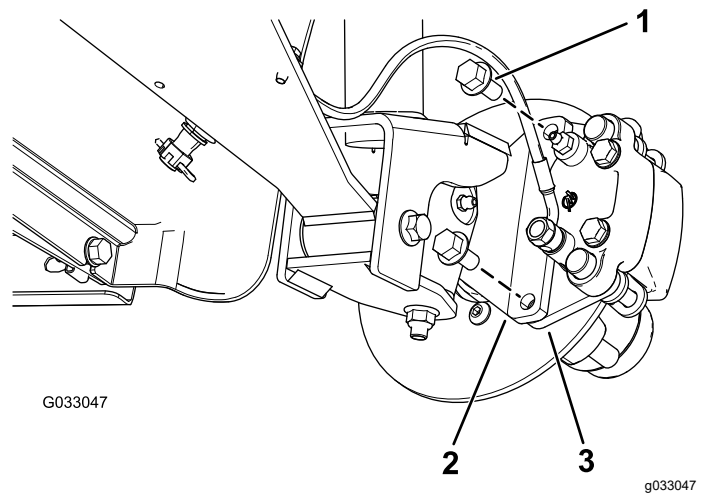
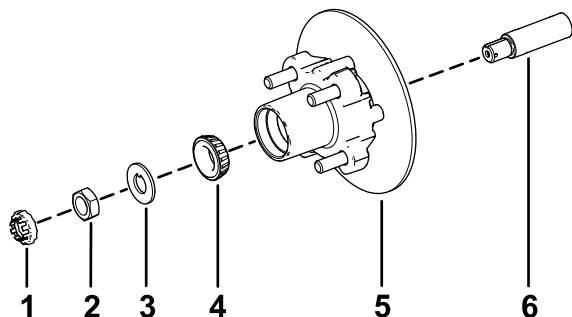

Figure 32
Figure 36
3. Retirez les boulons à embase ($\frac{3}{8}$ " x $\frac{3}{4}$ ") qui fixent le support du frein à la fusée et séparez le frein de la fusée (Figure 32).
1. Appliquez une fine couche de la graisse spécifiée sur la fusée (Figure 36).
2. Montez le moyeu et le rotor sur la fusée en plaçant le rotor à l'intérieur (Figure 36).
3. Montez le roulement extérieur sur la fusée et poussez le roulement contre la bague (Figure 36).
4. Montez la rondelle-frein à languette sur la fusée (Figure 36).
5. Vissez l'écrou de fusée sur la fusée et serrez l'écrou à 15 N·m tout en tournant le moyeu pour bien asseoir le roulement (Figure 36).
2. Alignez les plaquettes de frein de chaque côté du rotor (Figure 32) et alignez également les trous dans le support d'étrier et ceux de la fixation du frein sur le porte-fusée (Figure 36).
3. Fixez le support d'étrier au porte-fusée (Figure 32) à l'aide de 2 boulons à embase ($\frac{3}{8}$ " x $\frac{3}{4}$ "). Serrez les 2 boulons à embase à un couple de 47 à 54 N·m.